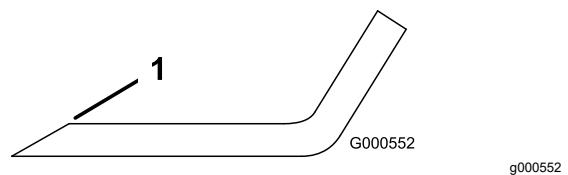

Figura 78
1. Utilice una lima para afilar el filo de corte en ambos extremos de la cuchilla (Figura 78).
- Nota:** Si la cuchilla no está equilibrada, rebaje algo el metal en la parte de la vela solamente con una lima (Figura 78).